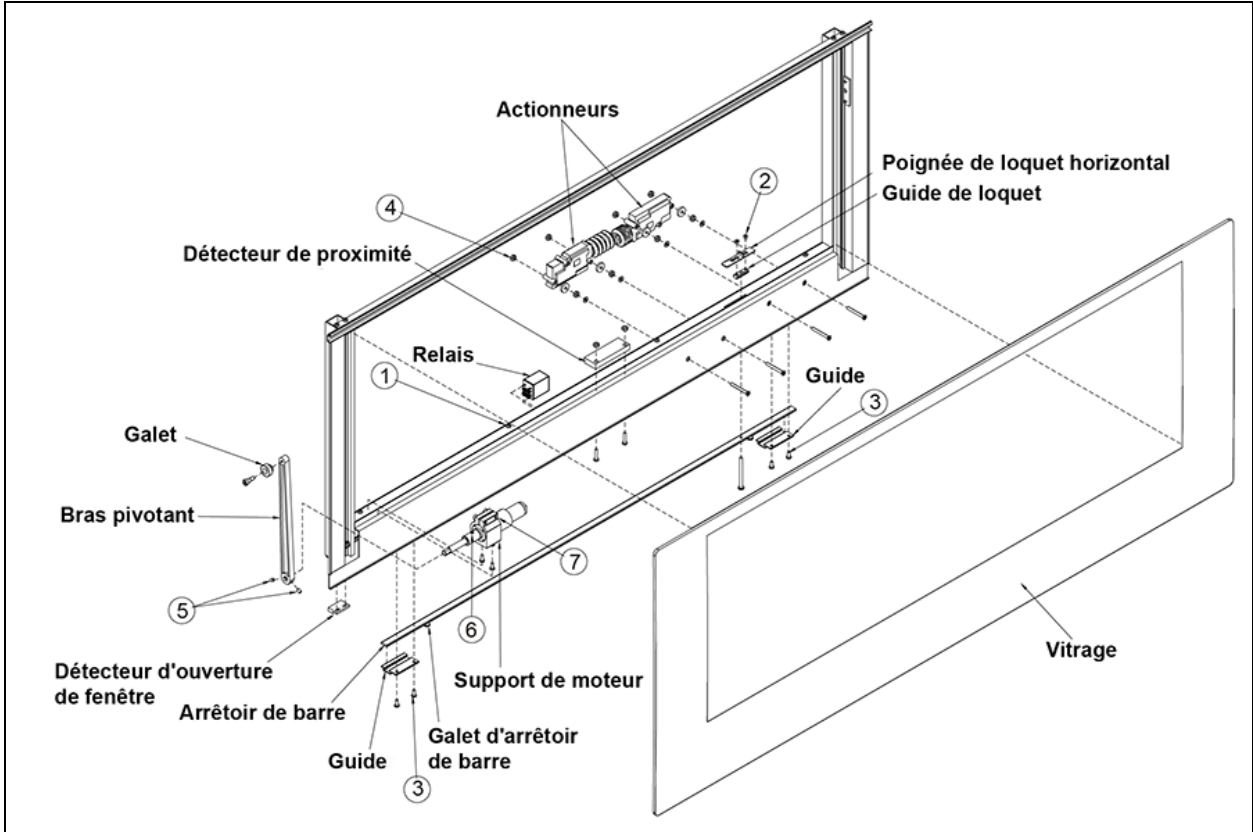

FIGURE 48: VUE ÉCLATÉE D'UNE FENÊTRE ÉLECTRIQUE À AUVENT (CHÂSSIS)
4. Desserrer les vis butées numéro 5 (Figure 48) (faire pivoter le bras pour accéder à la deuxième vis butée) et désengager le bras pivotant du bout d'arbre.